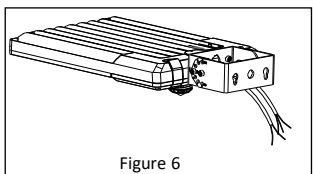

Figure 6
2. Installez le support sur le luminaire. **Reportez-vous à la Figure 6.**